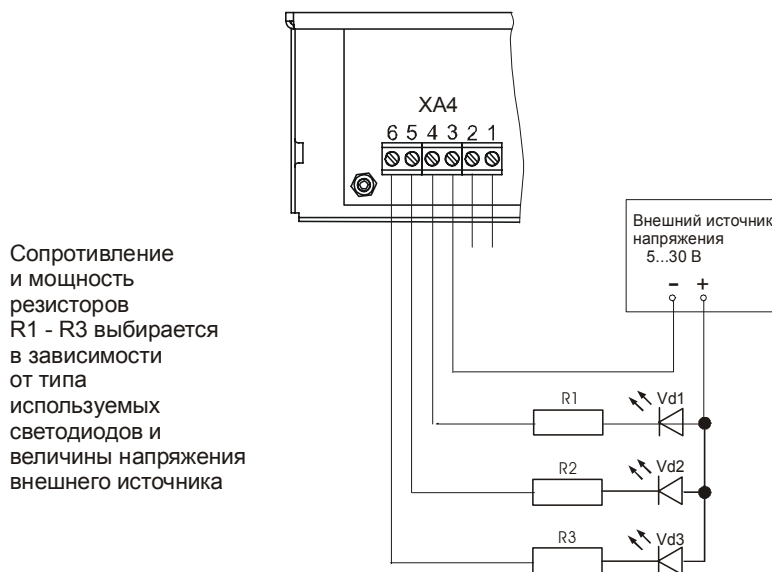

Рисунок 4
5.7.3. Подключить при необходимости соответствующий информационный выход внешнего устройства сбора информации с учетом полярности к колодке ХА4. Подключение внешних устройств автоматики к выходам типа «открытый коллектор» представлено на рисунке 3 приложения А (или внешних цепей индикации см. рисунок 4 приложения А).